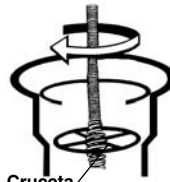

Figura 3
- El cable, en muchos casos, puede pasarse por la cruceta del acceso al resumidero (Figura 3).